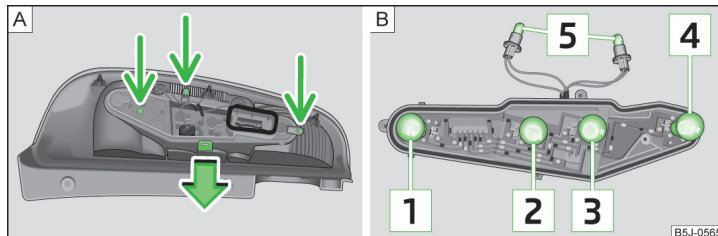

Abb. 170 Leuchtenmittelteil ausbauen / Glühlampenanzordnung
Glühlampenanzordnung in der Rückleuchte » Abb. 170
- › Um die Glühlampen zu erreichen, den Leuchtenmittelteil abschrauben und die Verrastung abdrücken » Abb. 170 - [A].
- › Die defekte Glühlampe [1], [2], [3] oder [4] » Abb. 170 aus der Fassung herausnehmen und eine neue Glühlampe einsetzen.